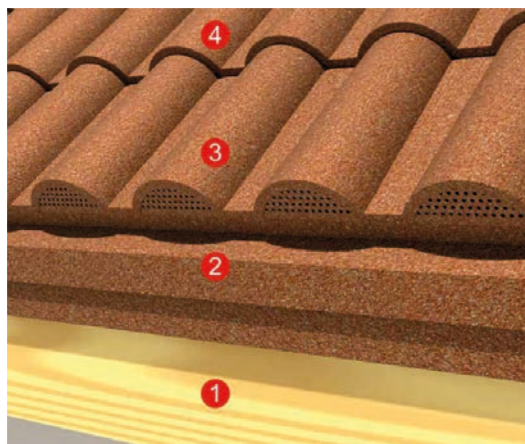

рис. 33
8.1.4. Для монтажа первого от карниза ряда используют начальную панель ДЕКРА Роман (см. табл. 4). Начальная панель ДЕКРА Роман имеет заглушку в виде вентиляционной решетки по нижней стороне профиля и крепится так же, как обычные кровельные панели (см. рис. 33).